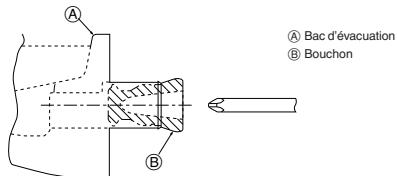

Fig. 5-1
5.1. Préparation pour l'installation du tuyau sur le côté gauche (Fig. 5-1)